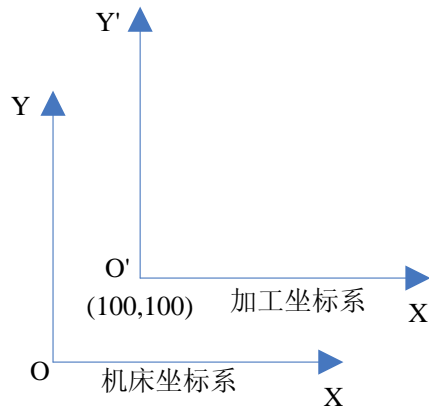

图 5-6-4 加工坐标系偏移量示意图
**originPos[x]:** 加工坐标系原点的规划位置值，即相对于机床坐标系的偏移量。建立的加工坐标系如图 5-6-4 所示。